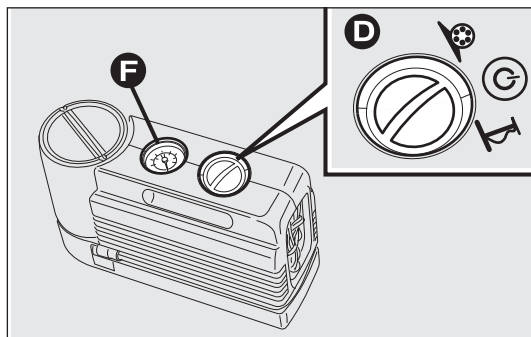
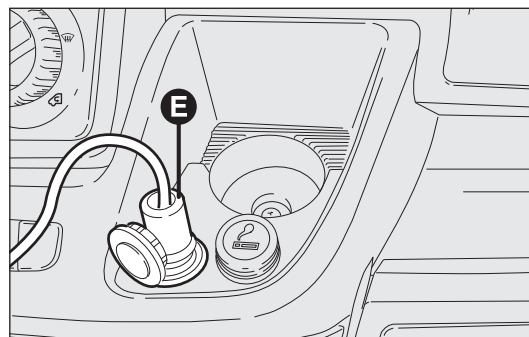

fig. 179
fig. 180
- inserire la spina E-fig. 180 nella presa di corrente 12V più vicina e avviare il motore. Ruotare il selettore D-fig. 179 in senso antiorario sulla posizione di riparazione. Azionare il kit premendo l'interruttore on/off. Gonfiare il pneumatico alla pressione prescritta nel paragrafo "Pressione di gonfiaggio" al capitolo "Dati tecnici";
Per ottenere una lettura più precisa, si consiglia di verificare il valore della pressione sul manometro F-fig. 179 con il compressore spento e senza spostare il selettore centrale dalla posizione di riparazione;